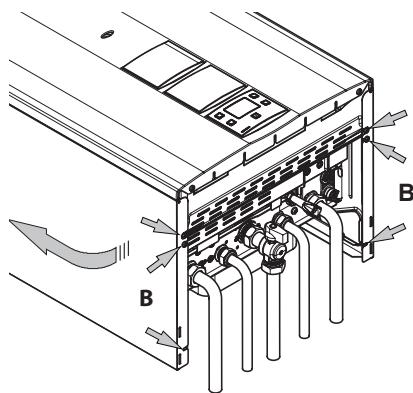

Figura 9.2
- Allentare le viti B in Figura 9.2 e togliere i due pannelli laterali spingendoli verso l'alto in modo da liberarli dai ganci superiori.